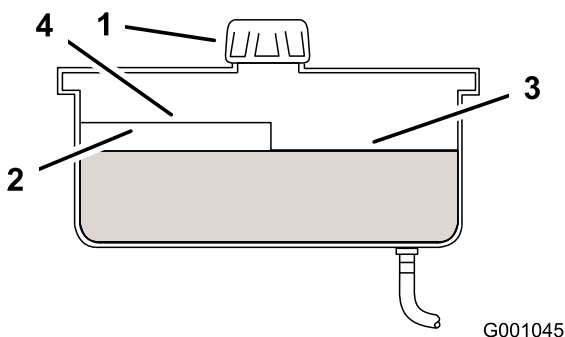

Figure 46
4. Nettoyez la surface autour du bouchon et du goulot de remplissage du réservoir hydraulique (Figure 46).
5. Enlevez le bouchon du goulot de remplissage. Vérifiez le niveau d'huile à l'intérieur du réservoir. (Figure 46).
**Remarque:** Lorsque l'huile est chaude, le niveau de liquide doit atteindre le haut du repère à chaud sur le déflecteur (Figure 46).